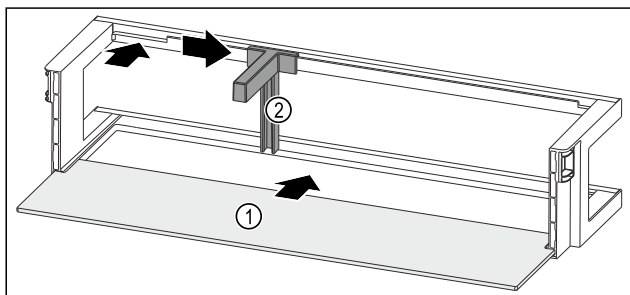

Fig. 199 Balconcino controporta con ripiano
- Inserire il ripiano Fig. 199 (1) negli incavi laterali.
- Inserire il fermabottiglie Fig. 199 (2) nell'incavo.
- Fare scorrere il fermabottiglie Fig. 199 (2) lateralmente alla posizione desiderata.